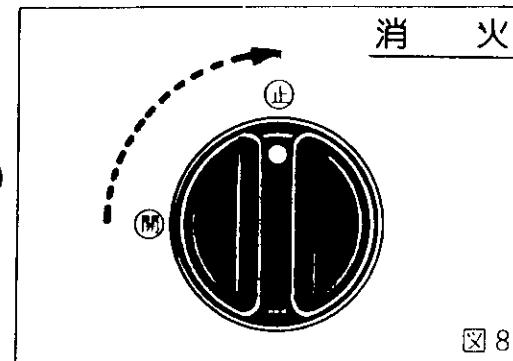

図8
器具せんつまみを「⑩」方向へ止まるまで戻すとガスの出が止まり、消火します。(図8)
- 途中で消火しますが、必ず「⑩」位置まで(止まるまで)戻してください。